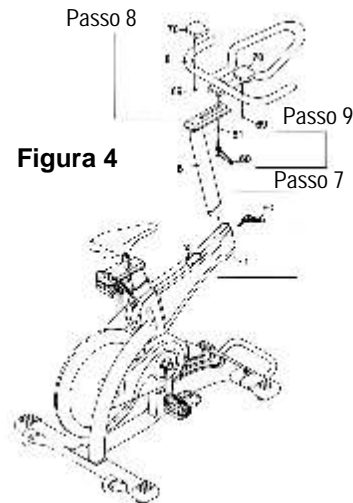

Figura 4
Insira os Apoios de Espuma (70) nos buracos da Barra para as Mãos (8) com duas Porcas (69) como mostra a Figura 4.
***Desta vez, aperte todos os parafusos usados no Passo 8 com apenas uma Chave Inglesa (67).***
Ajuste a Barra para as Mãos (8) no Suporte Frontal (6) com uma Arruela Plana (61) e uma Alavanca de Ajuste (60) para montar com mostra a Figura 4.